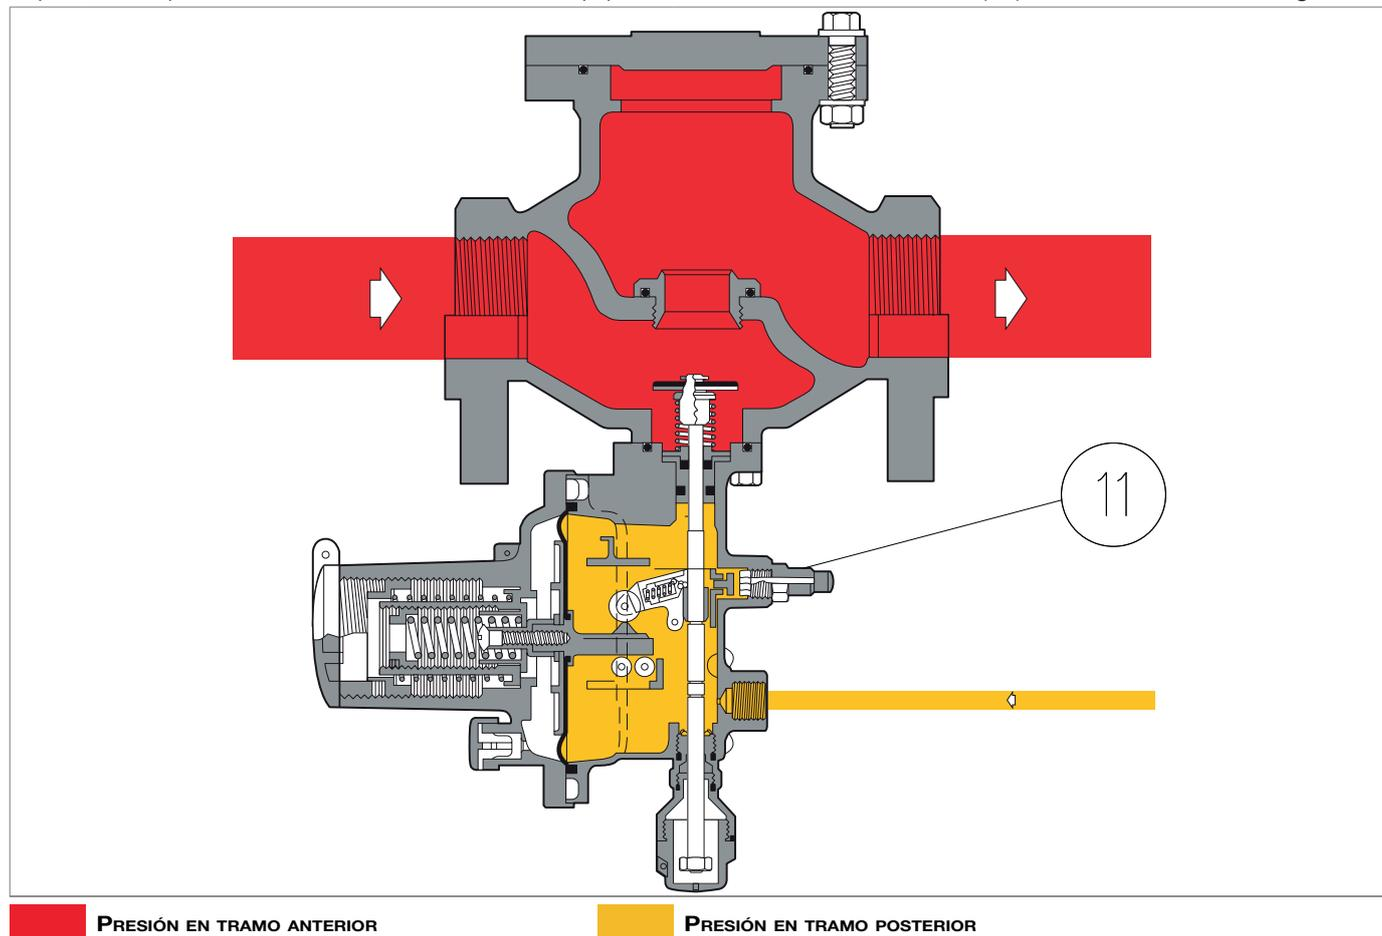

Fig. 4.3. Botón de desarme para DILOCK 108
- tire del botón de rearme (2) hacia abajo hasta que el varillaje se vuelva a encajar
- espere a que la presión aguas arriba (P_u) pase aguas abajo de la almohadilla (1),
- equilibre la presión presionando el pomo de rearme (2) en su asiento.
El presostato para el modelo DILOCK 108 está equipado con un botón de desarme (11) como se muestra en Fig. 4.3: